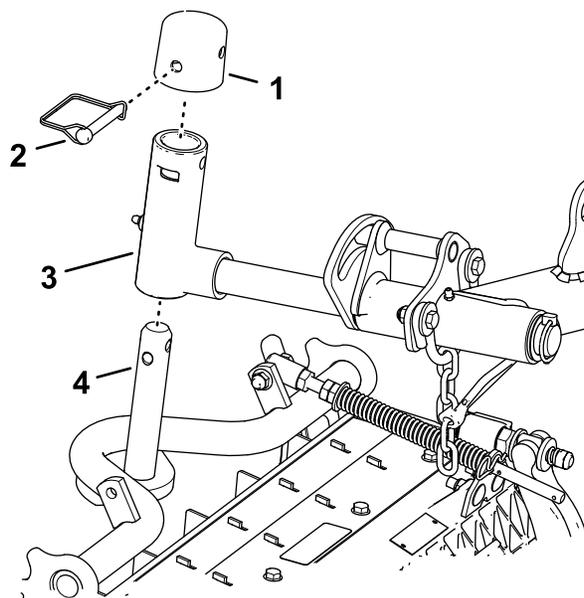

Figura 17
1. Infilate un apparato di taglio sotto il braccio di sollevamento (Figura 17).
—Bloccate i perni dell'apparato di taglio per impedire la rotazione in discesa degli apparati di taglio durante il taglio su un versante collinare. Utilizzate il foro nella forcella rotante (Figura 17) per bloccare l'apparato di taglio. Utilizzate l'asola per un apparato di taglio con volante.